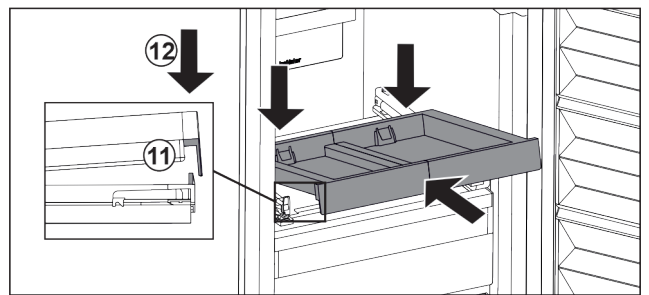

Fig. 121
- Inserire in modo inclinato. Assicuratevi che l'arresto sia dietro la linguetta su entrambi i lati. Fig. 121 (11)
- Abbassare il ripiano estraibile nella parte anteriore. Fig. 121 (12)